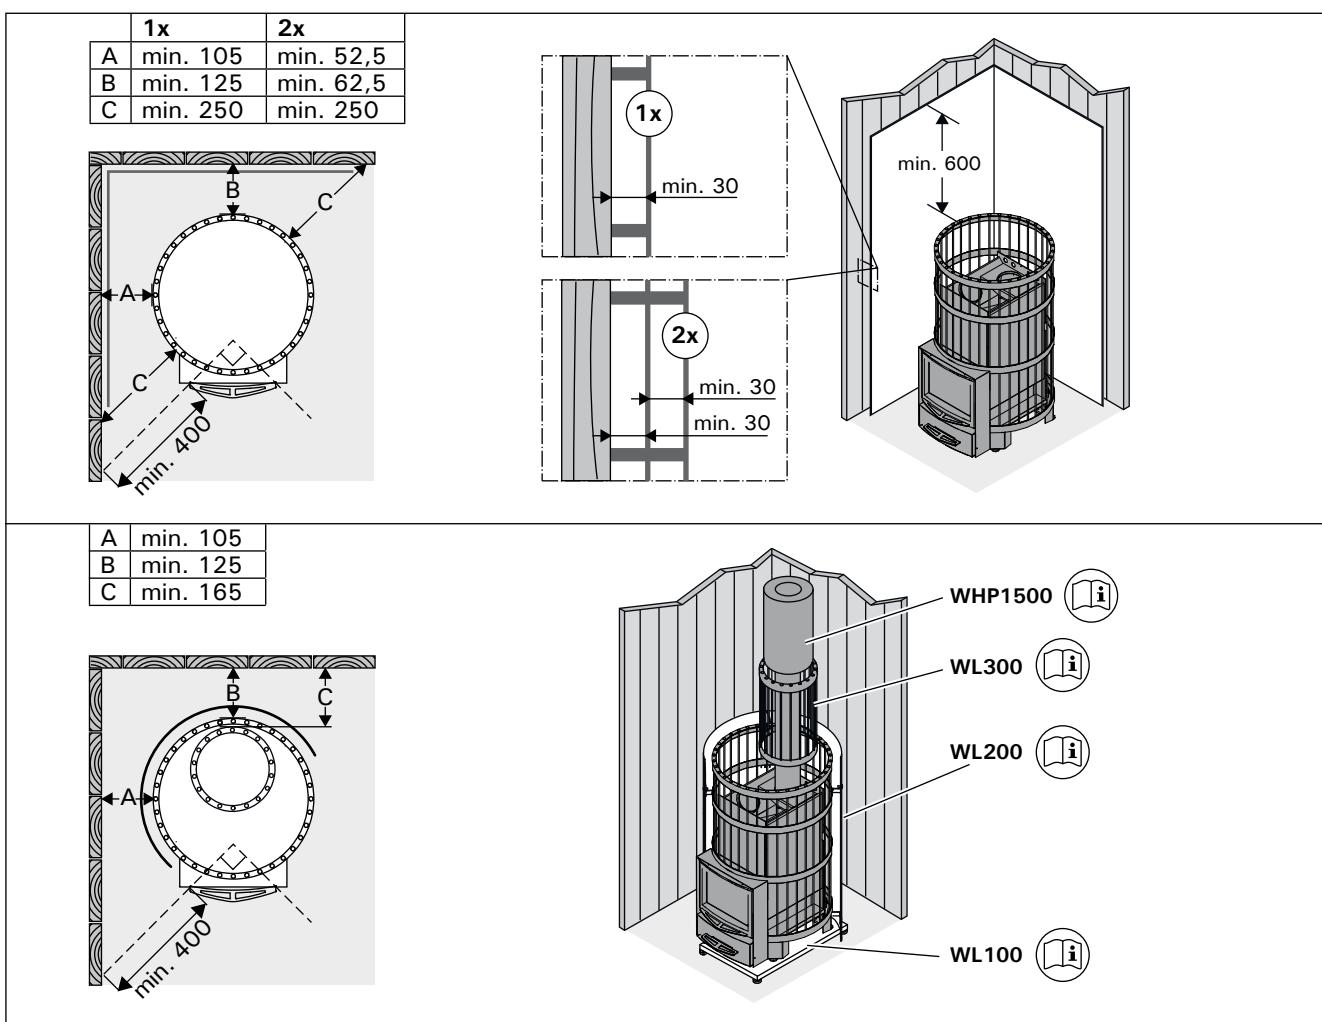

Рисунок 9. Защитные покрытия (все размеры приведены в миллиметрах)
- Одинарное защитное покрытие (рисунок 9: 1x) допускается изготавливать из негорючих плит из фиброкерамики (минеральная плита) с минимальной
- Двойное защитное покрытие (рисунок 9: 2x) можно изготовить из двух плит, указанных выше.
На каменке должно быть смонтировано защитное ограждение. Равноценно отдельной защитной крышке. Рис. 9.
- **Защитное ограждение дымовой трубы WL300.** для Legend. Устанавливается вокруг дымовой трубы и заполняется камнями. Подходит как к прямой там и для наклонной дымовой трубы. Рис. 9.